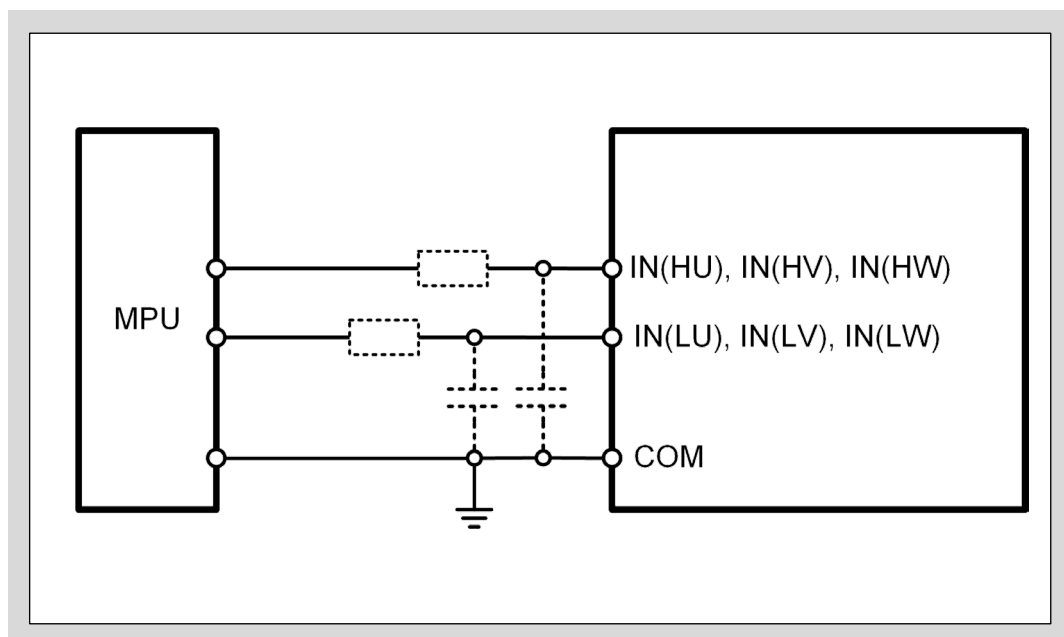
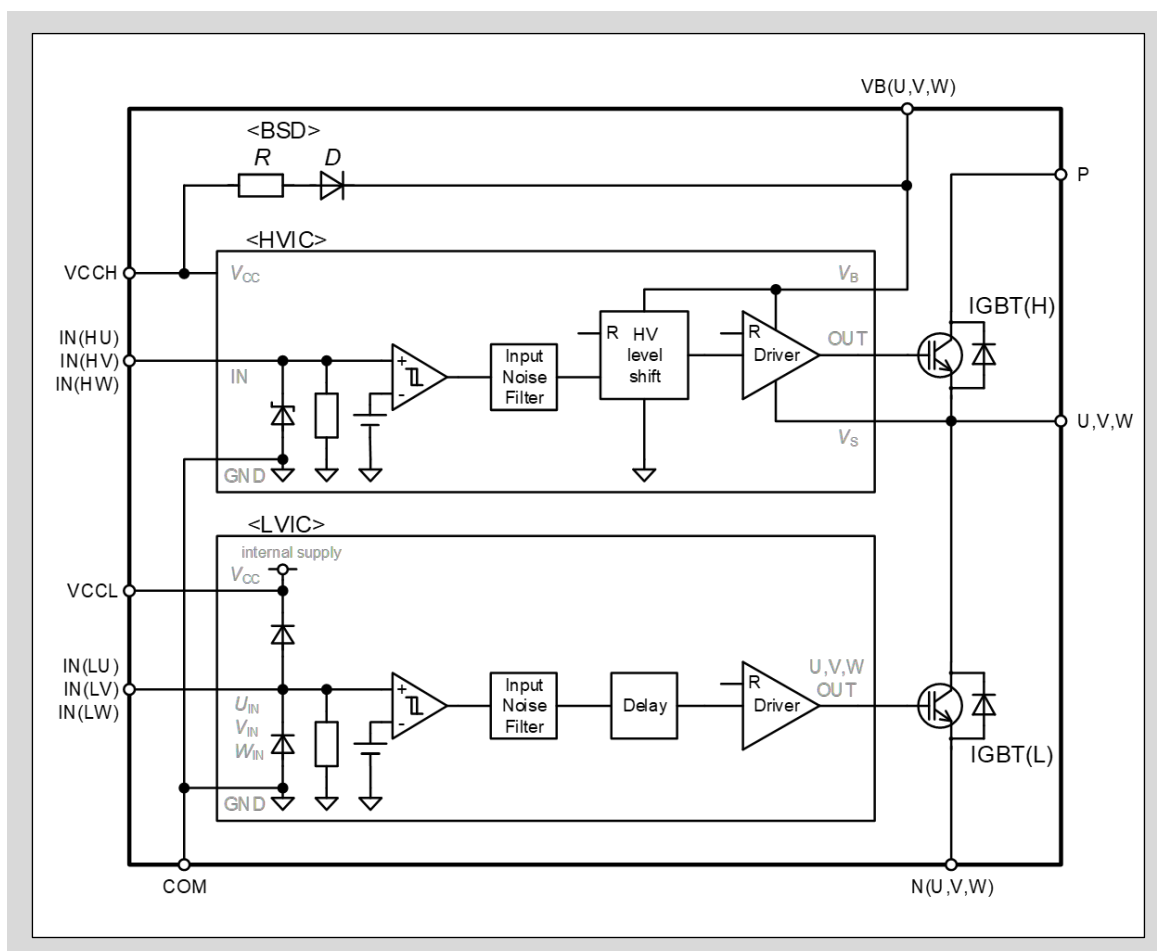

図3-15 IN(HU, HV, HW), IN(LU, LV, LW)端子とMPU I/Oとの推奨接続回路
図3-16 入力端子 IN(HU, HV, HW), IN(LU, LV, LW) 回路
- 図3-15にMPUと本製品の接続例を示します。入力端子は直接MPUに接続することができます。入力端子にはプルダウン抵抗を内蔵しており、外付けプルダウン抵抗をつける必要はありません。また、入力端子はハイアクティブ動作であるため、外付けプルアップ抵抗をつける必要もありません。
- 信号配線が長くノイズが重畳する場合は、図3-15に点線で示すRCフィルタ回路で除去してください。RとCの定数は、PWM制御方式やプリント基板の配線パターンに応じて調整してください。
- 本製品の入力端子はハイアクティブ動作です。この動作論理により、入力信号は制御電源の立上げ・立下げシーケンスにおいて制限が無いため、システムとしてフェイルセーフとなります。また、図3-16に示すように、入力端子にはプルダウン抵抗を内蔵しているため、外付けプルダウン抵抗を必要とせずシステムの部品点数を減らすことができます。さらに入力閾値電圧を低く設定していることにより3.3V電源のMPUに直接接続できます。
- MPUと本製品の入力端子間に外付けフィルタ抵抗を接続する際には、図3-16に示す入力端子のプルダウン抵抗を考慮して、入力端子電圧が入力閾値電圧以上になるよう設計してください。(例: 図3-15の点線で示した部品の場合、 $R=100\Omega$, $C=1000\text{pF}$)
- 図3-16に示すようにVCCL-IN(LU, LV, LW)とIN(HU, HV, HW, LU, LV, LW)-COM端子間にダイオードが接続されています。これらのダイオードは本製品をサージ入力から保護するためのものであるため、電圧クランプダイオードとして使用しないでください。本製品が破壊する恐れがあります。